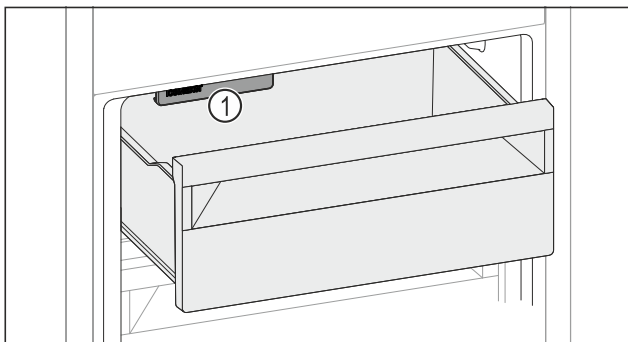

Fig. 266
- Upoštevajte IceMaker Fig. 266 (1).